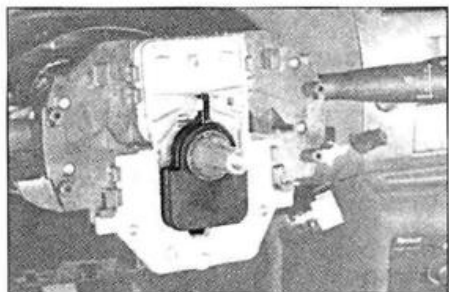

FIG. 34
- Desmontar el captador de ángulo de volante (fig. 34).